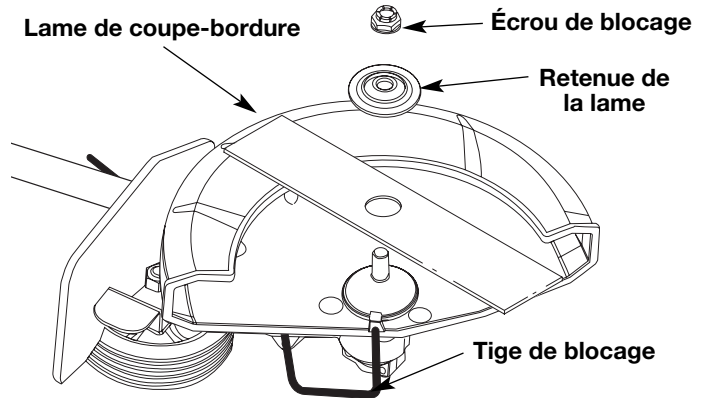
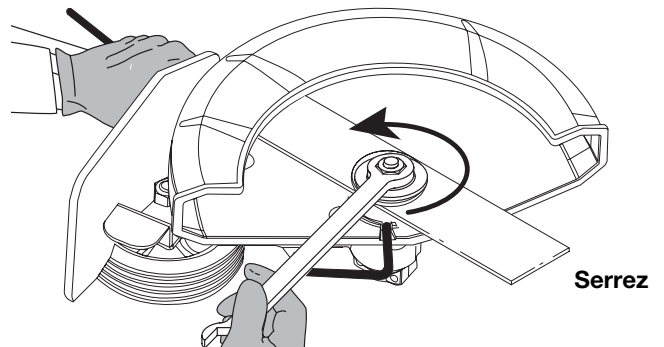

Fig. 10
Fig. 11
4. Installez la nouvelle lame, sa retenue et l'écrou (Fig. 10). Insérez la tige de blocage à travers la fente et dans le trou de l'arbre de sortie. Veillez à ce que la lame reste à plat et centrée contre l'arbre de sortie pendant que vous vissez l'écrou de blocage vers la **gauche** (Fig. 11).
Si vous n'en disposez pas, maintenez la tige de blocage dans la fente. Utilisez une clé fermée ou à douille de 5/8" pour tourner l'écrou **à gauche** jusqu'à ce qu'il soit bien ajusté contre la rondelle et que la lame soit bien mise. Assurez-vous que la lame est bien mise, puis donnez à l'écrou **1/4 ou 1/2 tour** supplémentaire (Fig. 11).